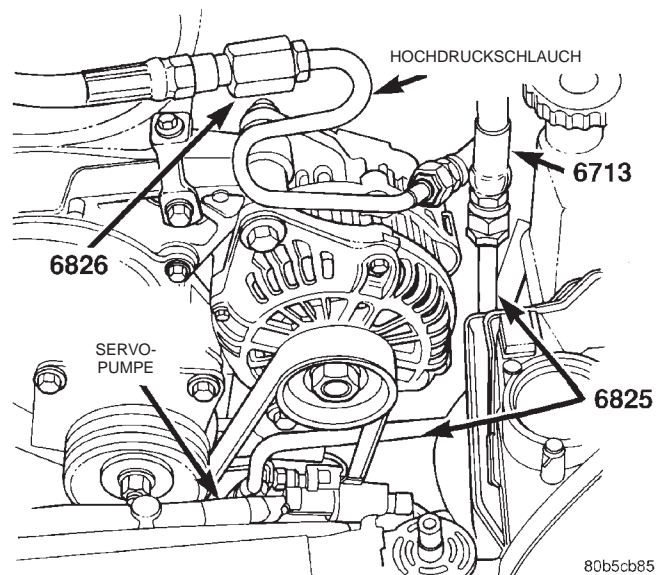

Abb. 9 Druckmanometer an Servopumpe angeschlossen (3.2L/3.5L-Motor)
(5) **3.2L- oder 3.5L-Motor** — Adapter 6825, der am Druckschlauch auf der Einlassseite (Manometerseite) des Messgeräts montiert ist, an den Hochdruckanschluss der Servopumpe anschließen (Abb. 9).